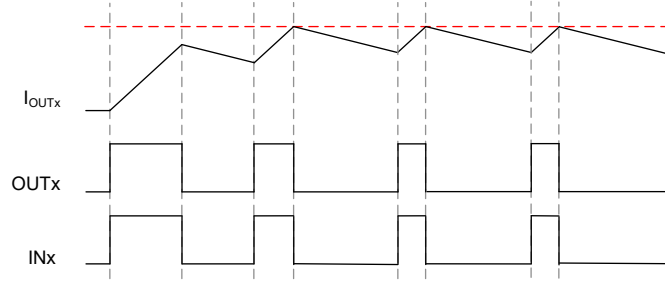
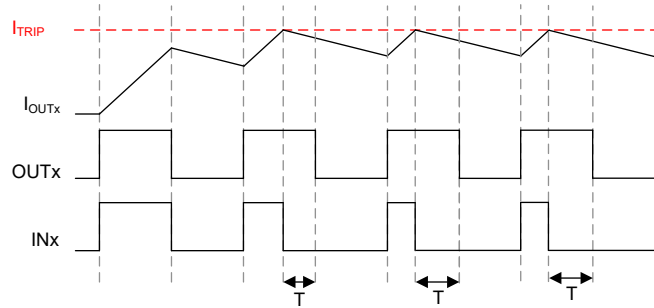

図 7-5. グランドに接続された誘導性負荷、サイクル単位の制御
図 7-6. グランドに接続された誘導性負荷、サイクル単位の制御
- サイクル単位の方式を使用して負荷を制御することもできます。 $INx = 1$  のとき、負荷を流れる電流は増大し、 $INx = 0$  のとき、負荷を流れる電流は減衰します。 $INx$  パルスのデューティ・サイクルを適切に選択することで、電流を目標値にレギュレートできます。このような各種のシナリオを、図 7-5 と 図 7-6 に示します。